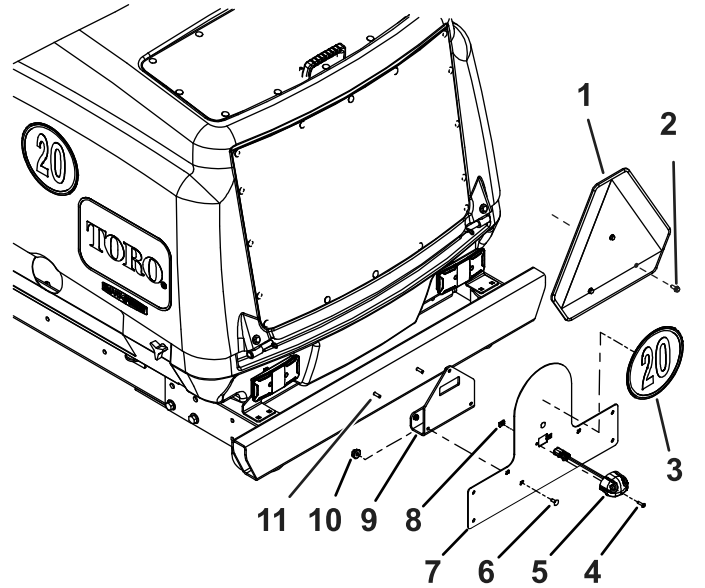

Figure 9
2. Déposez le panneau de danger et le tube de support du pare-chocs arrière (Figure 9).
4. Utilisez les fixations pour monter le support de panneau sur le pare-chocs (Figure 9).
9. Collez un panneau sur le support de la plaque d'immatriculation (Figure 9).